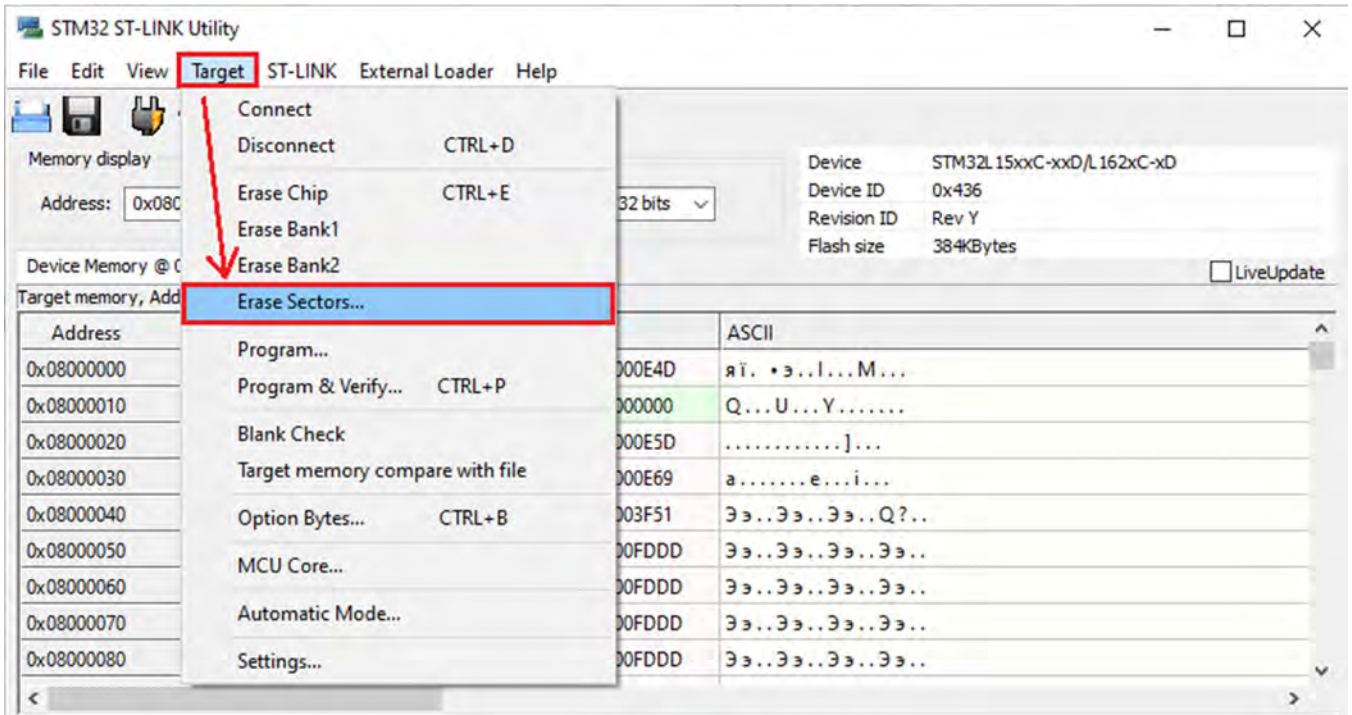

Рис. 7
8. Далее через пункт "Target" → "Erase Sectors..." необходимо очистить память маяка от текущей прошивки (рис. 7)